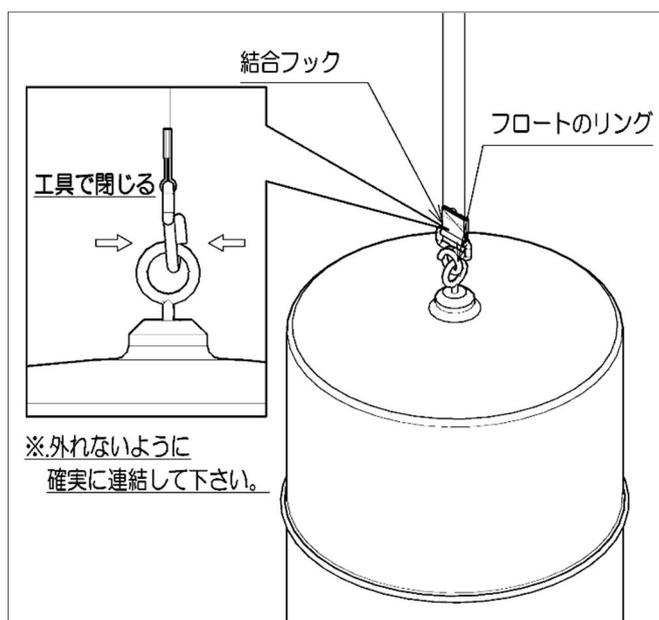

図 2.フロートとテープの連結
- 4.3.2. 計器フランジ下面よりフックを持ちテープを引き出します。フロートのリングにフックを通して連結します。ペンチなどの工具でフックを閉じてリングから外れないようにします(図 2.参照)。
- 4.4.4. 計器フランジ下面よりフックを持ってテープを引き出し、フロートのリングと連結します。ペンチなどの工具でフックを閉じてリングから外れないようにします(図 2.参照)。
計器本体を取付けます。計器からテープフックを持ってテープを引き出し、タンク内のフロートへ接続します(図 2.参照)。テープに振れや折れがない様に取付けます。計器本体を所定の締結部品で固定し取付を完了します。